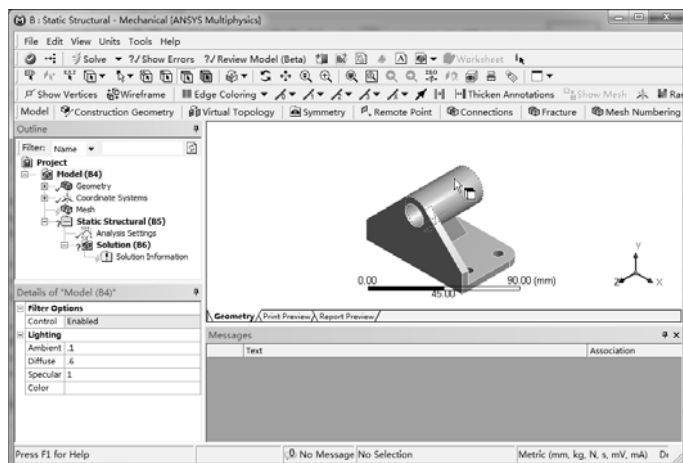

图 5-70 Mechanical 用户界面
1) 双击【Project Schematic (项目管理区)】中项目 B 的 B4 栏的【Model】项，进入 Mechanical 界面。在该界面下可进行网格划分、分析设置、结果观察等，如图 5-70 所示。